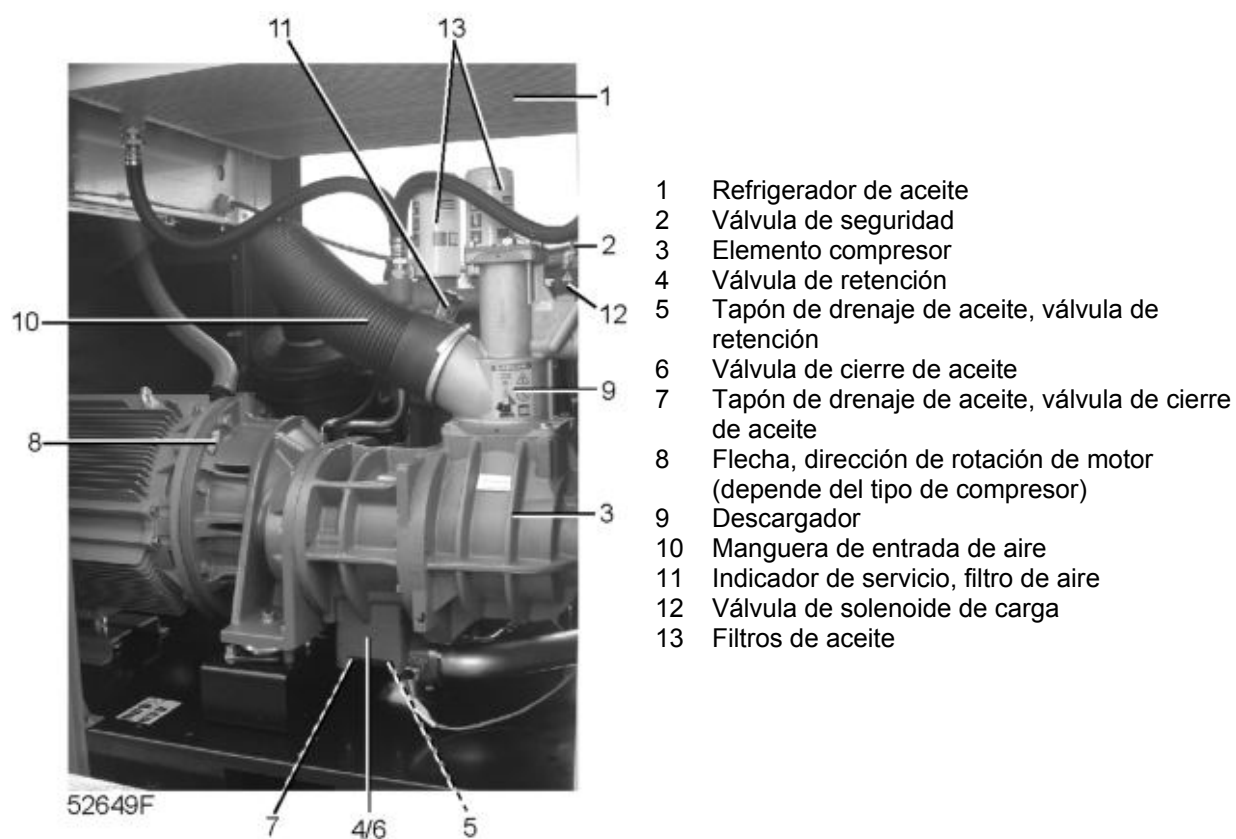

Fig. 3.6 Vista del elemento compresor
Compruebe primero el motor de accionamiento (10-Fig. 3.2). La dirección de rotación correcta la indica una flecha (8-Fig. 3.6) en la caja de engranajes (la dirección de rotación depende del tipo de compresor). Si la dirección de rotación es incorrecta, desconecte el voltaje e invierta dos líneas eléctricas de entrada.
Si el compresor no ha estado en funcionamiento durante los últimos 6 meses, se recomienda encarecidamente que mejore la lubricación del elemento compresor al arrancar: desconecte la manguera de entrada de aire (10-Fig. 3.6), quite el descargador (9-Fig. 3.6) y vierta 3/4 l de aceite en el elemento compresor. Vuelva a instalar el descargador y conectar el tubo. Compruebe que todas las conexiones están bien sujetadas.
2. Si la parte coloreada del indicador de servicio del filtro de aire (11-Fig. 3.6) está completamente extraída, reemplace el elemento del filtro de aire (2-Fig. 3.3). Rearme el indicador de servicio pulsando el botón.
2. Si la parte coloreada del indicador de servicio del filtro de aire (11-Fig. 3.6) está completamente extraída, pare el compresor, desconecte el voltaje y reemplace el elemento del filtro de aire (2-Fig. 3.3). Rearme el indicador pulsando el botón.
3. Si está encendido el LED de funcionamiento automático (8), el regulador manda el compresor automáticamente, es decir, cargar, descargar, parar los motores y volver a arrancar.